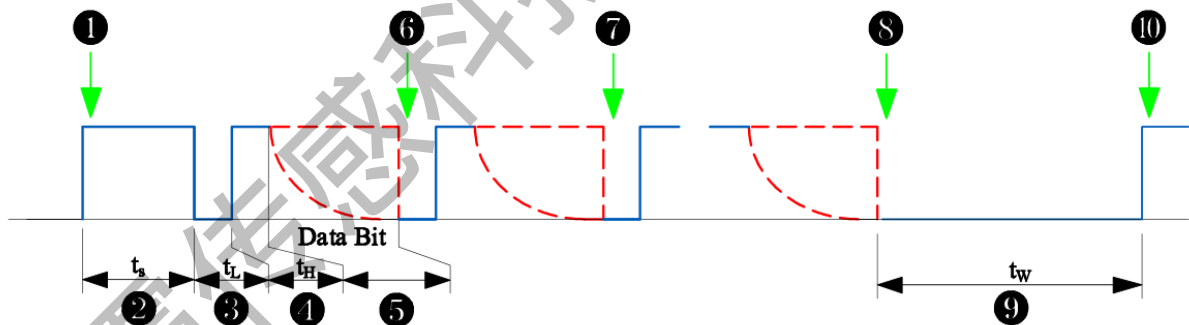

图 2
在这种读出模式下，如图 2 所示，微控制器忽略中断信号，强制 DOCI 线为高电平至少两个系统时钟周期，然后开始像中断模式读出数据一样，读出数据。为确保输出数据锁存器被更新，微控制器必须释放 DOCI 线（数据自动更新，同中断周期）或者强制 DOCI 线为低电平至少 64 个系统时钟周期（强制数据更新）。
⑤ DOCI 线切换状态，输出数据的最高位 MSB。
⑥ 微控制器采样数据 MSB。
⑦ 重复③④⑤⑥，微控制器采样数据次高位。
⑧ 重复③④⑤⑥，微控制器采样数据最低位 LSB。
⑨ 读取数据完成后，微控制器强制 DOCI 低电平并维持至少 64 个系统时钟周期，以完成串口数据更新。或者如图 2 所示，微控制器强制 DOCI 低电平并立即释放 DOCI 线，按中断模式完成数据自动更新。
⑩ 重复①，开始新的读取周期。